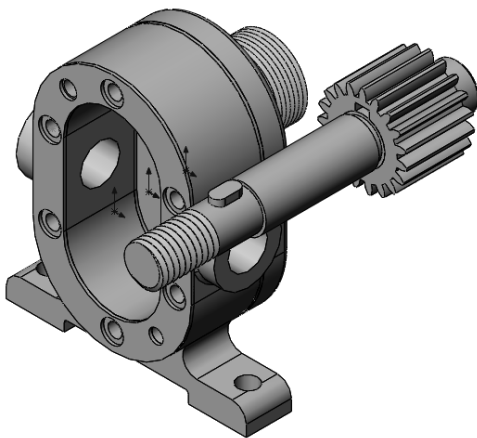

图 10-19 插入传动轴组件
- [2] 单击图形区域以放置零部件，在装配体中插入传动轴组件，如图 10-19 所示。